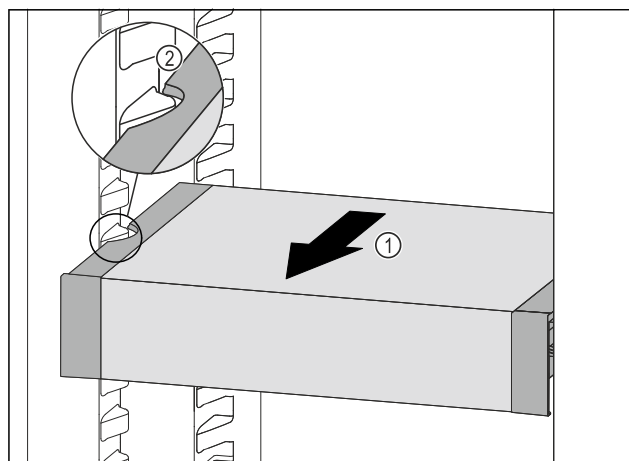

Fig. 150
- ▶ Húzza előre felé a VarioSafe fiókot annyira Fig. 150 (1), hogy a VarioSafe oldalsó kivágásai a hűtőrésszen a tartóborda magasságában legyenek. Fig. 150 (2)